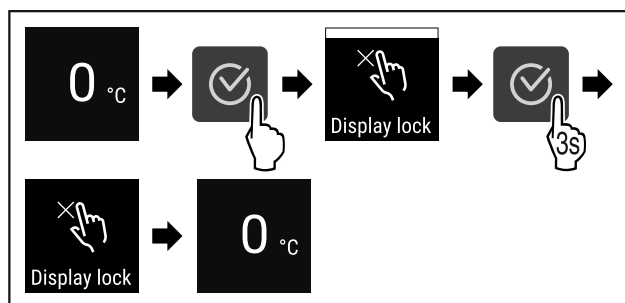

Fig. 68
- ▶ Wykonać czynności (patrz Fig. 68) .